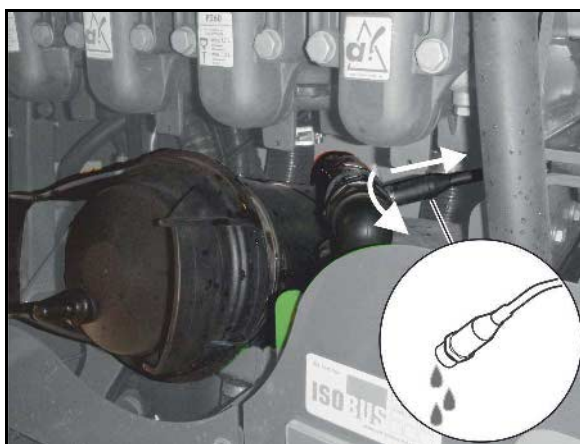

Fig. 151
- Træk EMR-stikket (Fig. 151/1) ud på styreenheden i centralelektrikken i kabinen under armlænet til højre ved siden af kabinen.